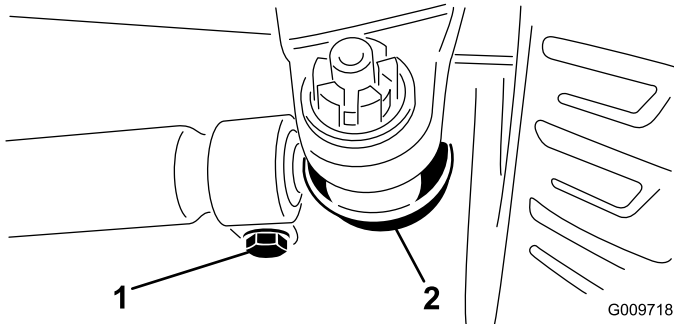

Figura 48
2. Para ajustar, retire la chaveta y la tuerca de cualquiera de las articulaciones esféricas de la biela (Figura 48).
4. Afloje las abrazaderas en ambos extremos de las bielas (Figura 48).
5. Gire la articulación esférica retirada una (1) vuelta completa hacia dentro o hacia fuera.
7. Gire el conjunto completo de la biela una (1) vuelta completa en el mismo sentido (hacia dentro o hacia fuera).